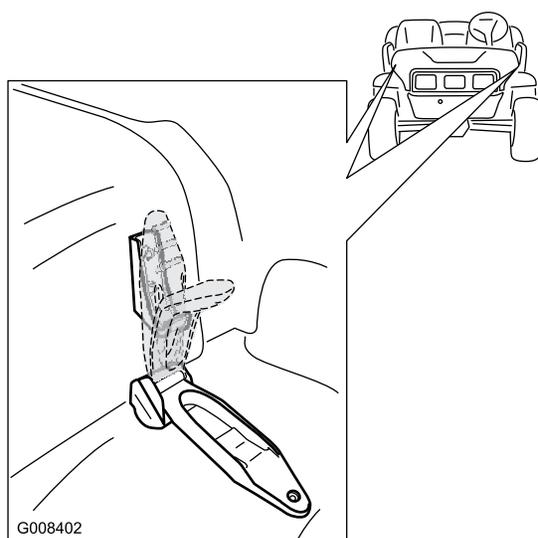

図 25
2. フードの両側で、ゴム製ラッチとラッチアンカーをそろえてラッチを掛ける (図 25)。
1. フードの両側についているゴム製ラッチのハンドルを上げる 図 25。